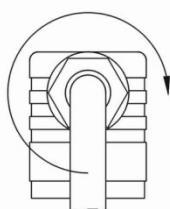

Abb. 11
- ↳ Drücken Sie das Innenteil ⑧ bis zum Einrasten in die Leitungsdose ②.
- ↳ Stecken Sie die Zentralschraube ⑥ in die Leitungsdose ② und ziehen Sie die Kabelverschraubung ⑤ an (→ Abb. 11).